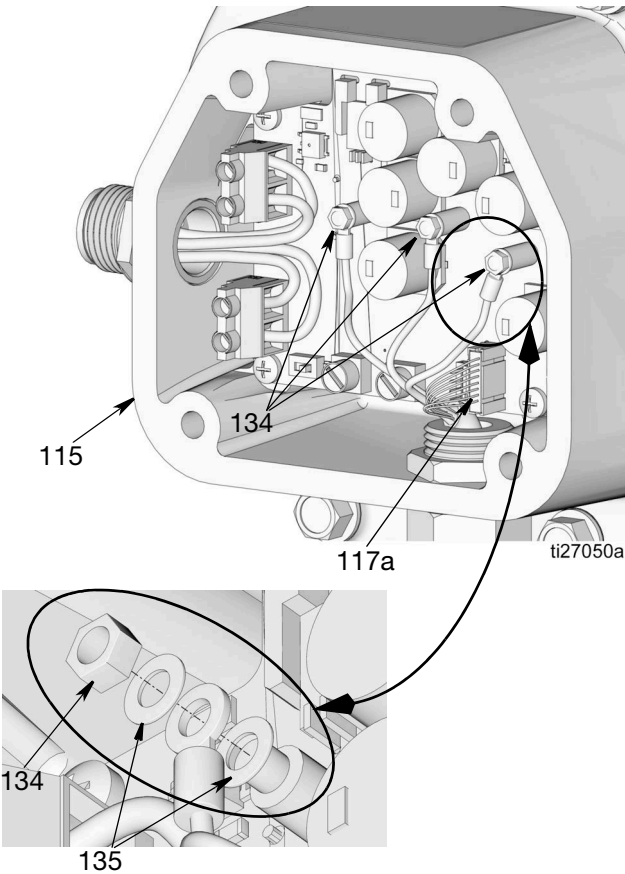

図 56
6. ナット (134) を図 56. ワッシャー (135) とモーターワイヤを端子から取り外します。これらの部品は再組立て用に 保管します。
- 7. センサーケーブル (117a) をモーター制御ボードから取り外します (図 56)。